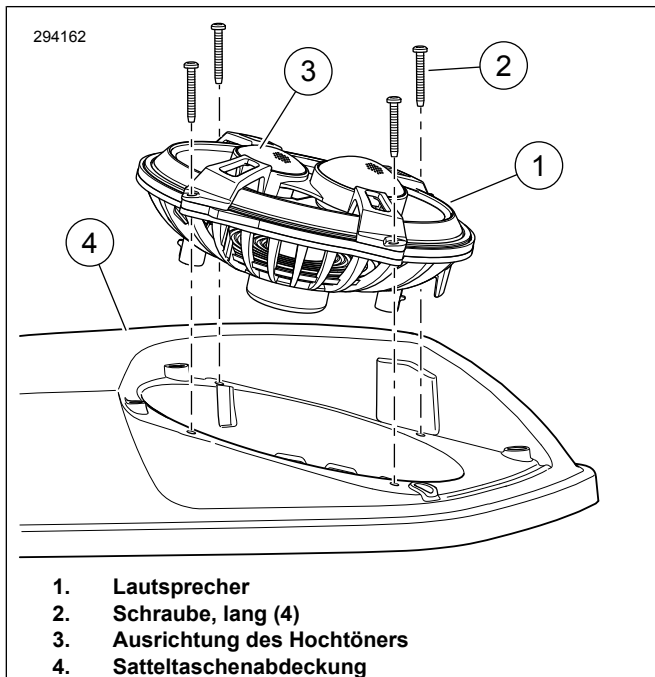

Abbildung 1. Ausrichtung des Lautsprechers
3. Siehe Abbildung 1. Den kleineren Hochtönlautsprecher (3) im hinteren Teil der Satteltasche wie dargestellt einbauen.
4. Den Lautsprecher (1) mit den vier langen Schrauben (2) befestigen. Die Schrauben abwechselnd anziehen. Festziehen.